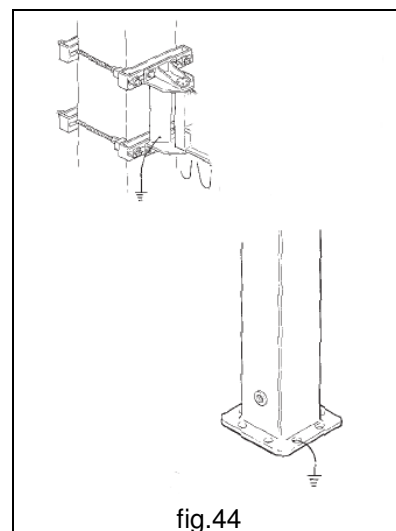

fig.44
- Provvedere al collegamento dell'impianto di terra, alla struttura della gru, in corrispondenza dei punti di presa allo scopo previsti (fig.44).